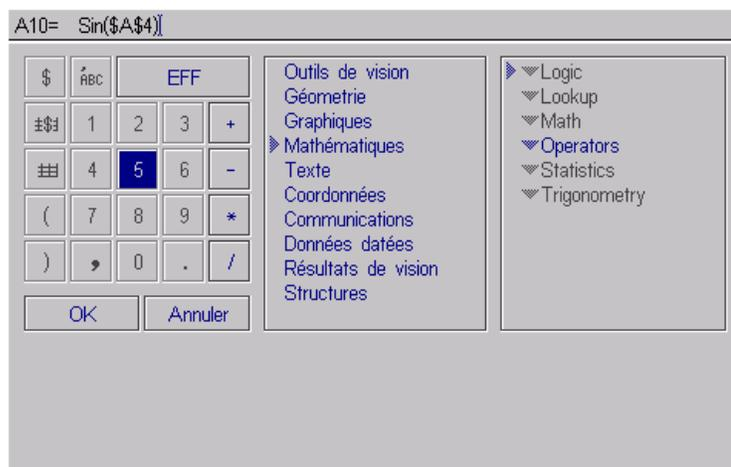

Figure 4-6. Fonction simple dans l'éditeur de formules
7. Mettez en surbrillance une cellule contenant des données et sélectionnez cette cellule afin d'insérer une référence de cellule dans la formule (voir Figure 4-6. Fonction simple dans l'éditeur de formules).